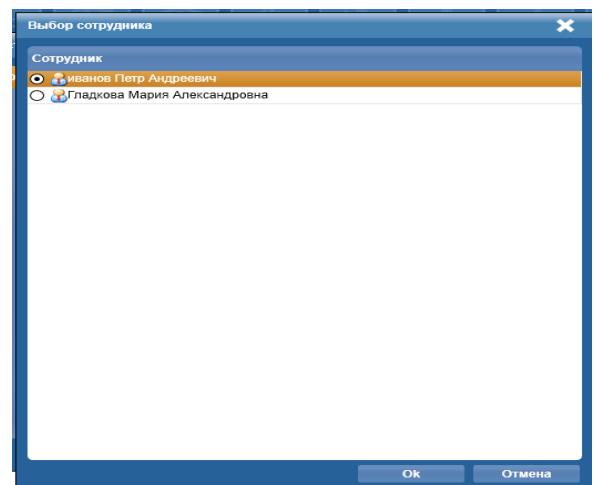

Рисунок 6. Окно **Выбор сотрудника**
- Изменить руководителя организации, можно, воспользовавшись ссылкой напротив поля **Руководитель**. В результате откроется окно **Выбор сотрудника** (Рис. 6), содержащее список сотрудников данной организации, в котором можно выбрать одного из сотрудников для того, чтобы назначить его руководителем;